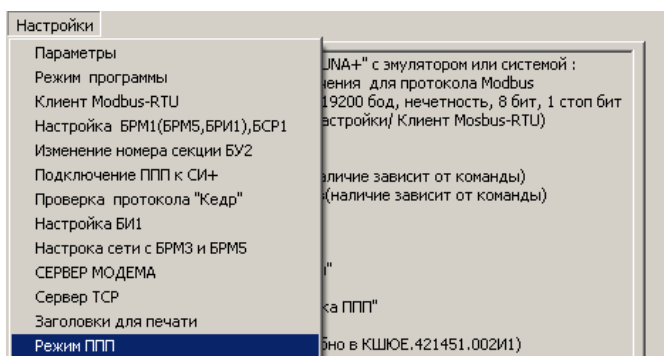

Рисунок 7.67
7.10.3 В меню настройки выбрать и активировать опцию «Режим ППП» (рисунок 7.67). В результате на экране появится форма «Режим работы ППП», представленная на рисунке 7.68.